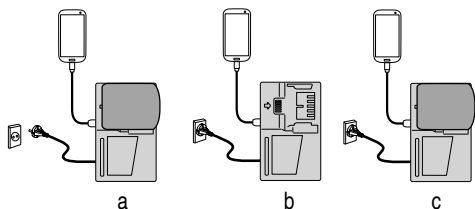

Fig. 11
- Chargement d'un périphérique USB à l'aide d'une batterie (Fig. 11-a)
- Charger un dispositif USB à partir d'une prise électrique (Fig. 11-b)
- Charger un dispositif USB et une batterie à partir d'une prise électrique (Fig. 11-c)